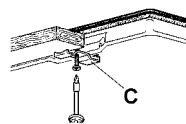

Fig.6
- Inserir e posicionar a mesa de encastrar a gás na abertura efectuada no móvel e bloqueá-la com os parafusos os ganchos de fixação C (fig. 6).